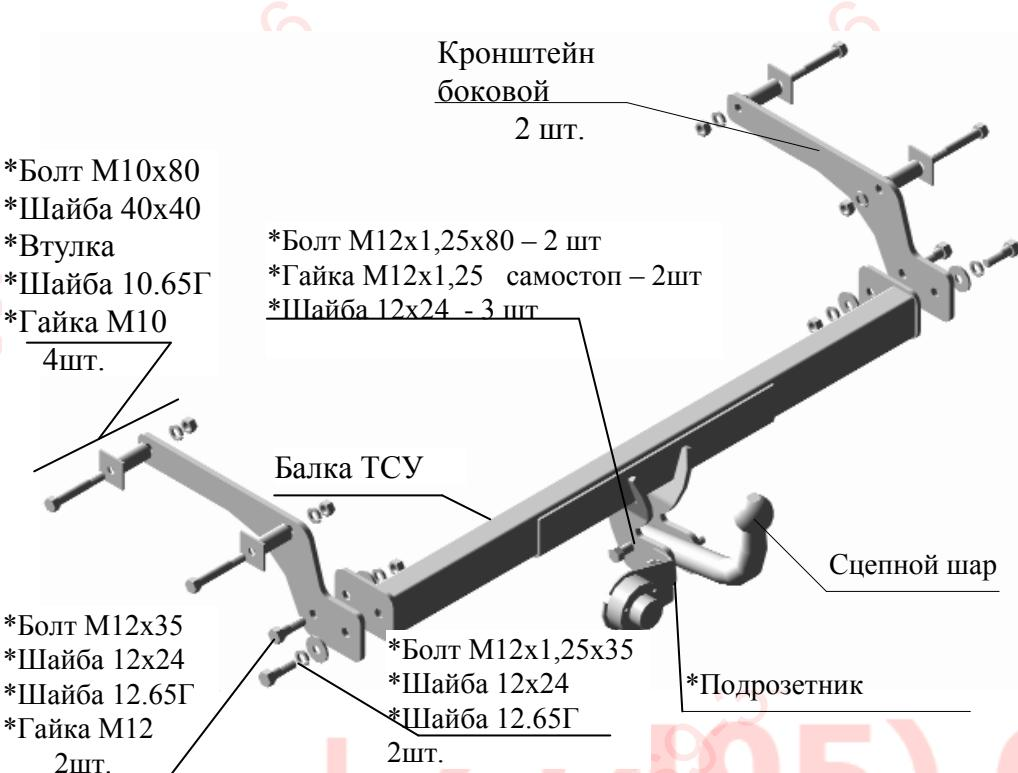

Рис.1 Тягово-сцепное устройство ТСУ 9010 Рено Логан.
2.1 ТСУ 9010 в сборе (рис.1)	1 шт.
2.2 Пакет комплектующих (рис.1)